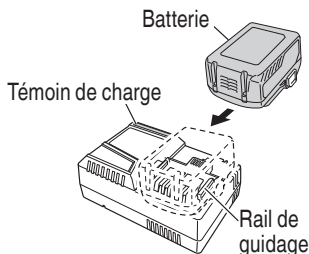

Fig. 9
2. Insérer la batterie dans le chargeur de batterie. Insérer la batterie dans le chargeur de batterie comme indiqué à la Fig. 9.